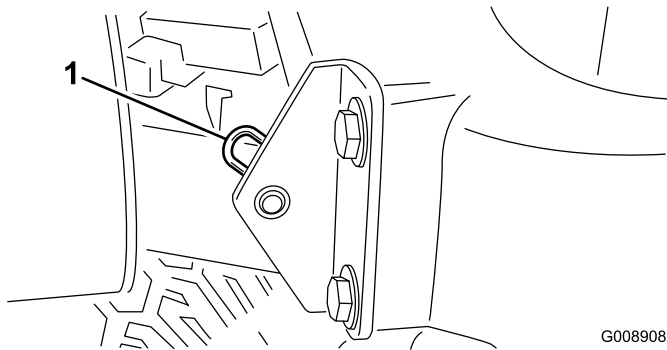

Figura 29
2. Togliete la coppiglia che fissa il perno del cofano alle staffe di montaggio (Figura 29).
Nota: I raccordi di ingrassaggio sono montati a paro sui rulli (Figura 29) e necessitano di un adattatore per l'ugello dell'ingrassatore a pressione. Per ottenerlo, ordinate il N° cat. 107-1998 presso il Distributore Toro autorizzato di zona.